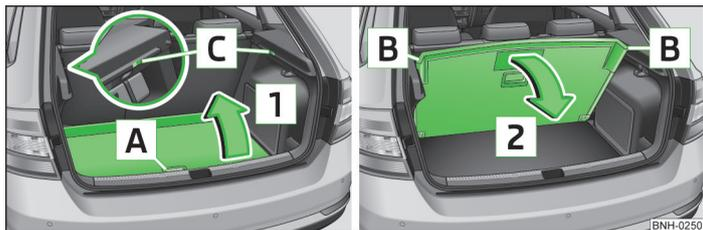

Fig. 74 Levantar/bajar el suelo de carga variable
- Agarrar el suelo de carga variable por el agarradero [A] » fig. 74.
- Desbloquear el suelo de carga variable tirando en el sentido de la flecha [2] » fig. 74.